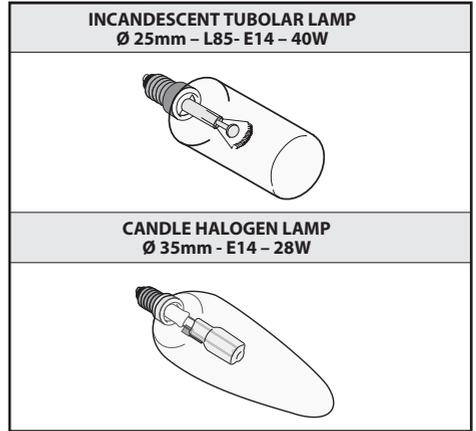

Fig.9
• **Sustitución de las lámparas incandescentes/alógenas (Fig.9):**